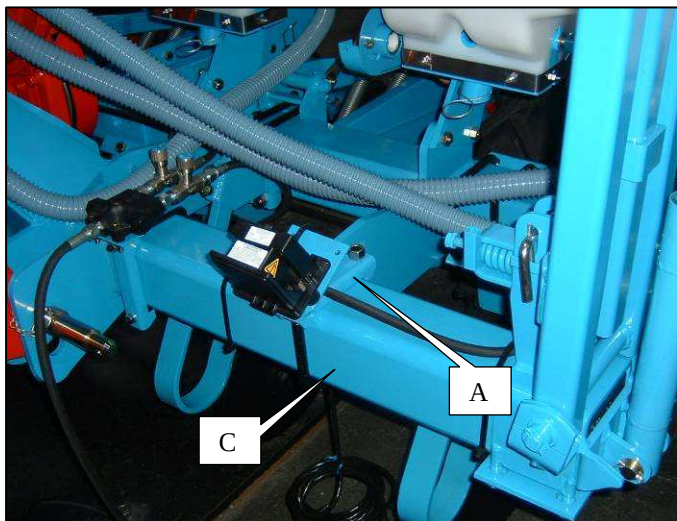
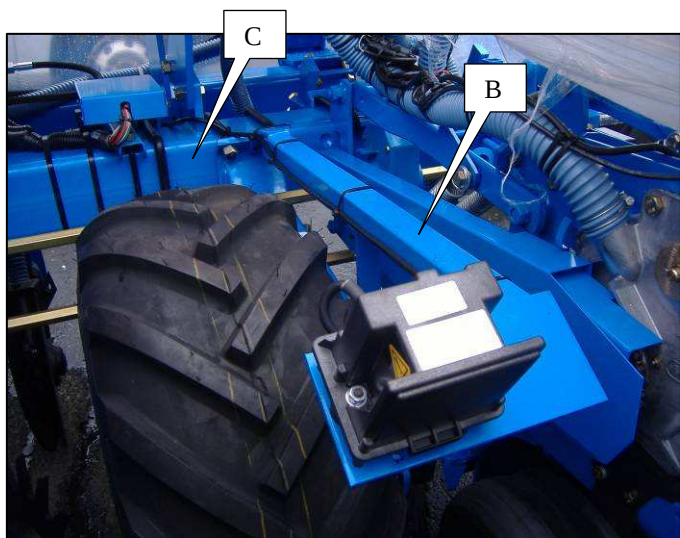

Fig. 1
Fig. 2
- Posizionare entrambi i magneti A su i loro sopporti B (Fig.1), dovendo la faccia rossa del magneti trovarsi di fronte al sensore di ruota C, poi fissare entrambi i sopporti sulla ruota posizionandoli **a 180° uno dall'altro** rispetto al centro della ruota.
- Il sensore di ruota deve venire installato sul blocco ruota a mezzo di un braccio di fissaggio D (Fig. 2) e la **distanza tra il sensore ed i magneti è di 4 mm**.
Le kit de montage comprend un support de fixation sur semoir A (Fig.1) ou un support de fixation sur bloc roue B (Fig.2)
-Installer le support sur le châssis du semoir C (voir Fig.1 et 2).
The assembly kit includes a mounting A (Fig.1) or B (Fig.2).